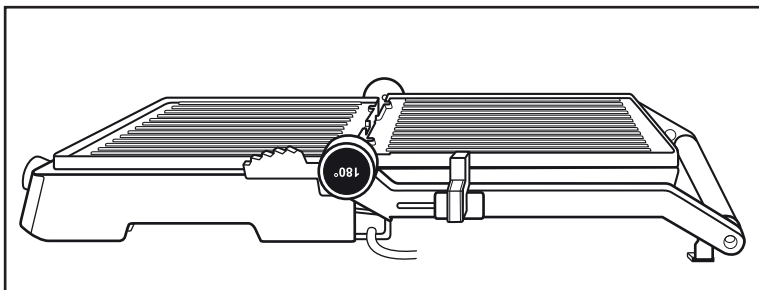

Bild 2
- 3) Värmeplattorna ❷ ligger nu intill varandra och kan användas som bordsgrill (bild 2).